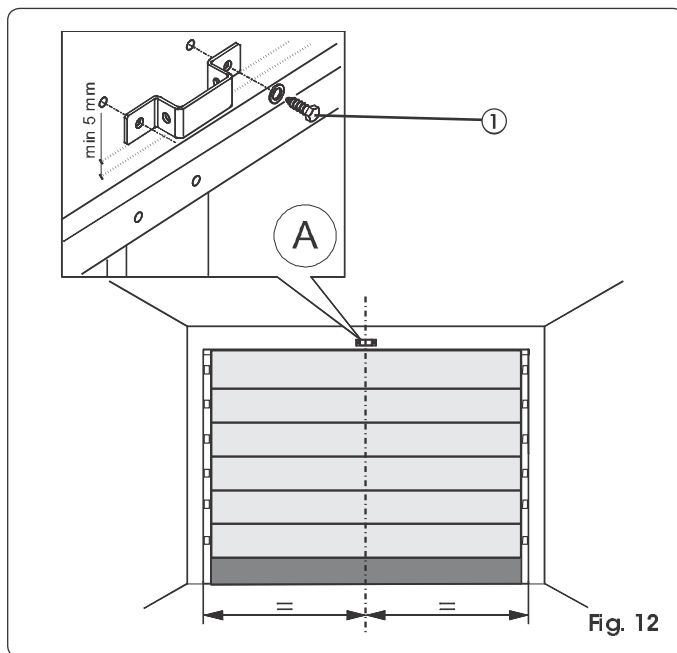

Fig. 12
- 1) Trace en el dintel una línea c correspondiente a la línea media vertical de la puerta (Fig. 12).
- 3) Coloque la brida de fijación del empalme anterior de modo que el borde inferior esté por lo menos 5 mm por encima del punto de intersección de las líneas y centrado con la línea vertical (Fig. 12). Consulte también el párrafo 7.2. para el correcto posicionamiento de la brida respecto al punto de empalme en la puerta.
- 5) Proceda al taladrado y al montaje por medio de los tornillos (ref. ① Fig. 12) **NO** suministrados en dotación.